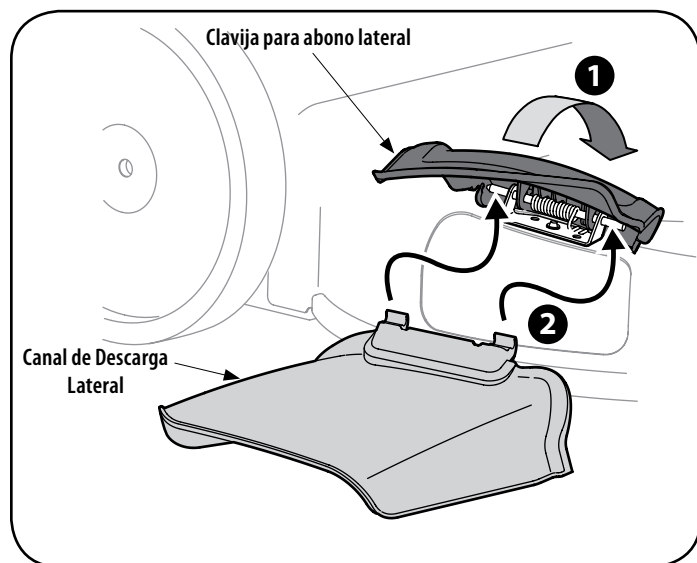

Figura 11
- a. Quite los tornillos y tuercas de mariposa transporte de manejar. Vea la Figura 11.
- b. Coloque el mango en una de las tres posiciones que se sienta más cómodo. Vea la Figura 11 inserción.